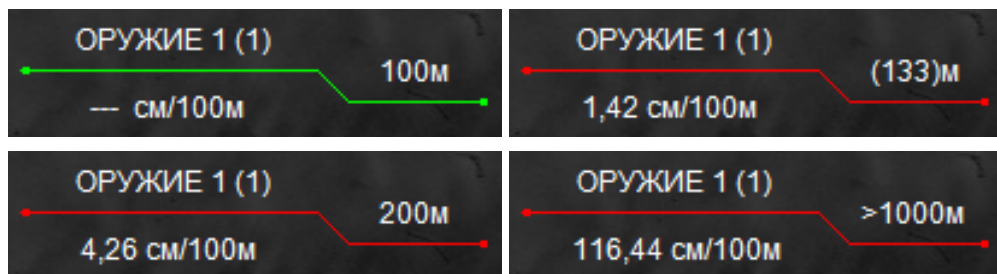

Рисунок 3 – Примеры вариантов вывода дистанции стрельбы
- ❖ *Расчет дистанции стрельбы будет произведен автоматически и дистанция выводится в скобках (см. рис. 3), если баллистическая поправка находится в диапазоне введенной баллистической таблицы.*